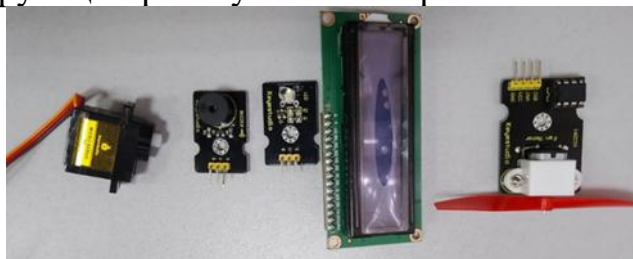

Рис. 61– Исполнители набора «Умный дом»
4. Исполнительные устройства (рис. 61)